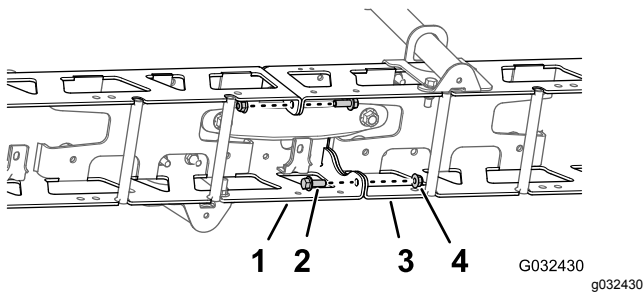

图 52
1. 拧下用于固定左右桁架框架的垂直法兰的 2 个凸缘头螺栓 3/8 x 1 英寸和 2 个凸缘锁紧螺母 3/8 英寸图 52。